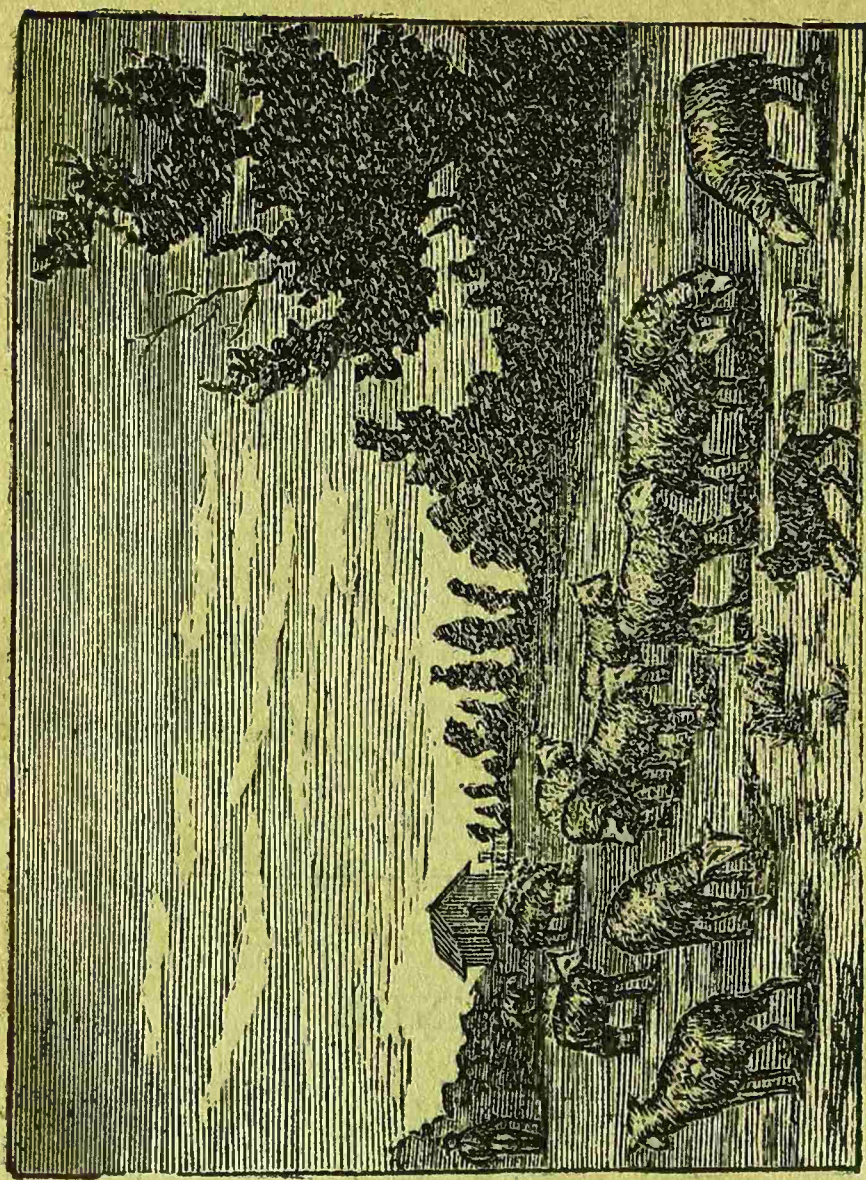

Fig. 8.
6. El perro del pastor.—¿Para qué sirve el perro que vemos acompañando siempre los rebaños? ¿Por qué está continuamente en movimiento, corriendo sin cesar de un extremo á otro de la manada de ovejas? Basta mirarlo atentamente durante algunos momentos para comprender los servicios que presta al pastor. (Fig. 8.)